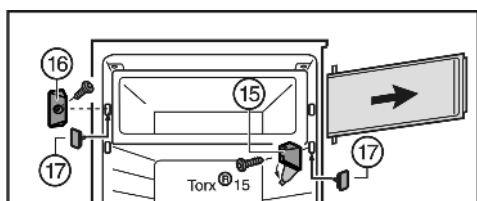

Fig. 7
- Kryt na stojanu ložiska Fig. 7 (15) vyklopte.
- Stojan ložiska Fig. 7 (15) odšroubujte s dvířky přihrádky.
- Uzávěr Fig. 7 (16) odšroubujte.
- Uvolněné otvory uzavřete příloženými zátkami Fig. 7 (17).